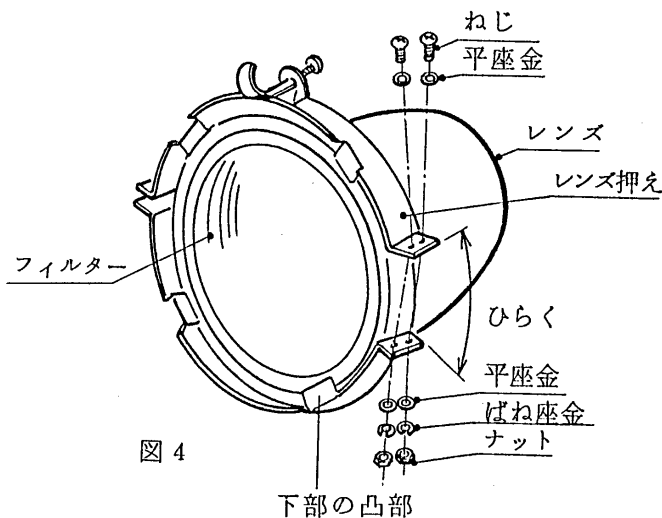
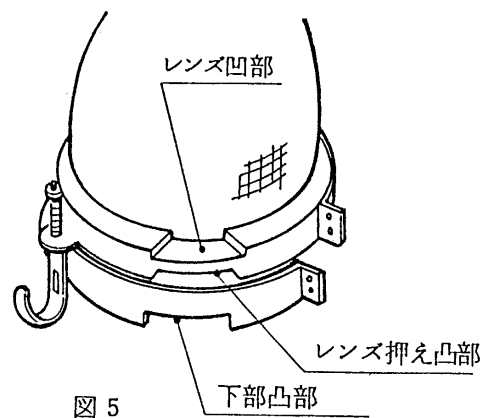

図4
図5
灯器をひらき、レンズ押えの2箇所のねじ4本をゆるめて、片方だけはずし、レンズを押えひらくと、レンズとフィルターがはずれます。（図4）
- ② 図5のようにレンズ押えの凸部とレンズ凹部をかみあわせ、フィルター底面（白い布をはり付けてあります）がレンズ押えの下部凸部にのるまで4本のねじを均一に締め付けてください。（図4）なお、レンズとレンズ押えの凸凹は大きさが大・小になっています。必ず同じ大きさのものと合せてください。（図5）